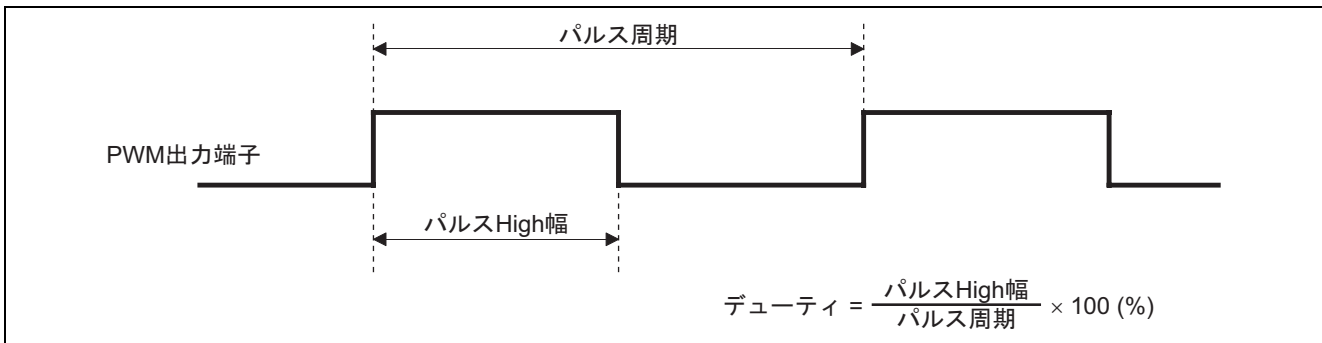

図 1 14 ビット PWM 機能によるデューティパルス出力
1. 図 1 に示すように、14 ビット PWM 機能を使用して、PWM 出力端子よりデューティパルスを出します。